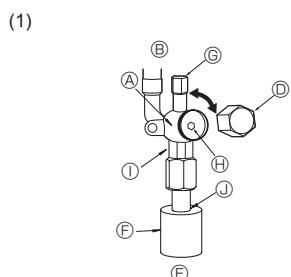

Fig. 4-5
- ① Strona gazowa/cieczowa ZM71 (Fig. 4-5)
- ① Zdjąć korek i obrócić do oporu trzpień zaworu w kierunku przeciwnym do ruchu wskazówek zegara za pomocą klucza imbusowego 4 mm. Przerwać obracanie po osiągnięciu ogranicznika.